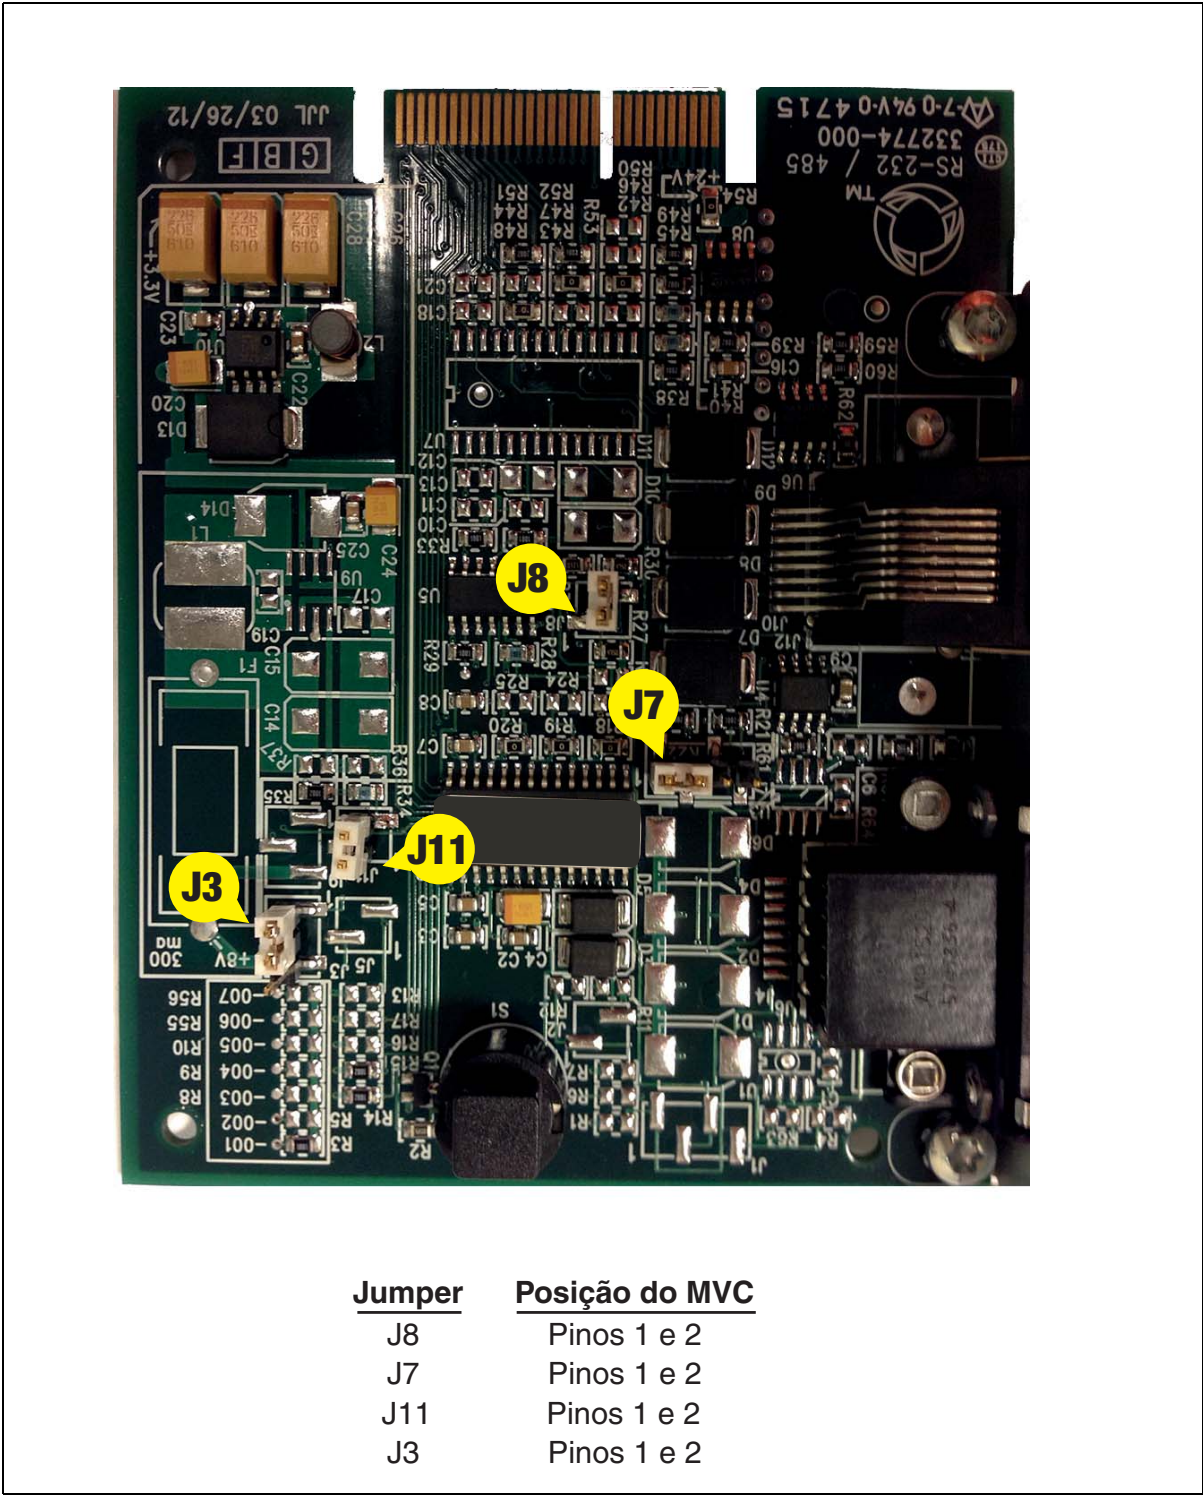

Figura 3. Configurações do jumper necessário do módulo de comunicação RS-232/RS-485
| Figura 3. | Configurações do jumper necessário do módulo de comunicação RS-232/RS-485 | 6 |
5. Verifique se os quatro jumpers no módulo RS-232/RS485 estão configurados para comunicação do MUS, conforme mostrado na Figura 3. Na ilustração, os indicadores nos círculos amarelos indicam Pino 1. O pino 1 também pode ser observado pela marca '1' impressa na placa de circuito ao lado do Pino 1. Os jumpers J3, J7, J8 e J11 devem estar todos nos Pinos 1 e 2.